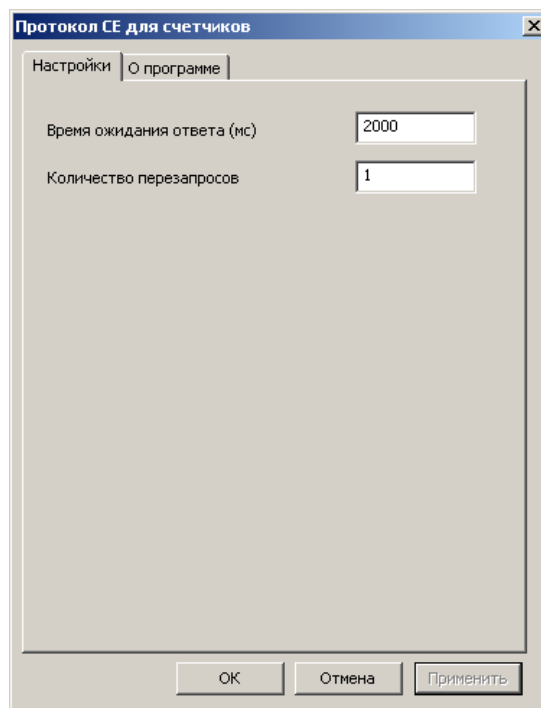

Рисунок 26 – Настройки протокола обмена
5.2.9 Установить значения настроек протокола (см. Рисунок 26):